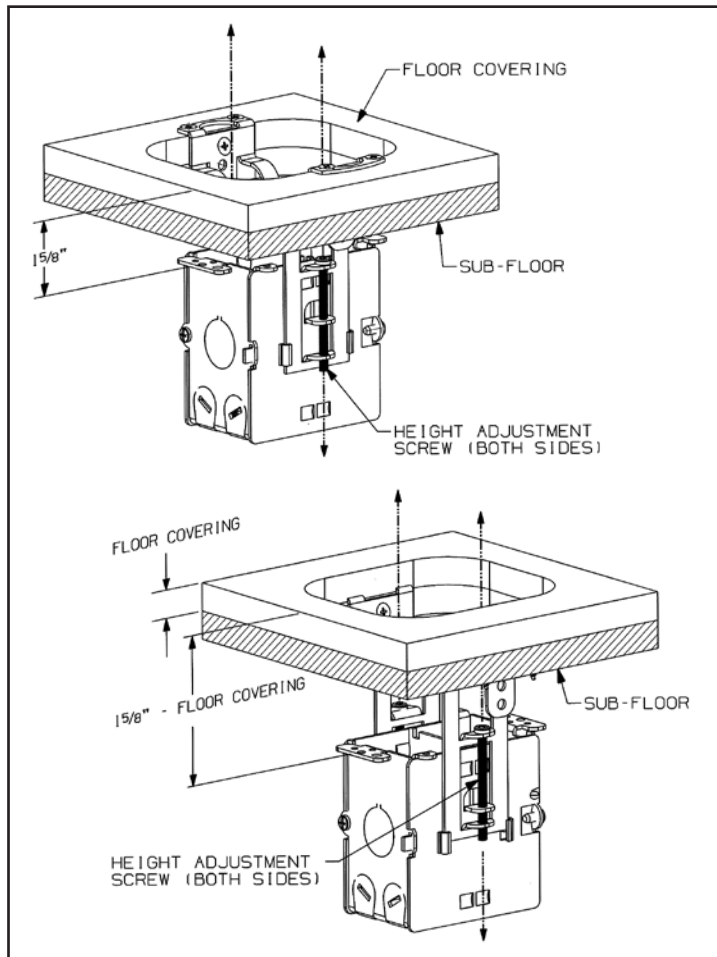

FIGURE 2
5. Set Box height as shown in Fig. 2.
5. Régler la hauteur de la boîte conformément à la Fig. 2
5. Regular la altura de la caja como se muestra en la Fig. 2